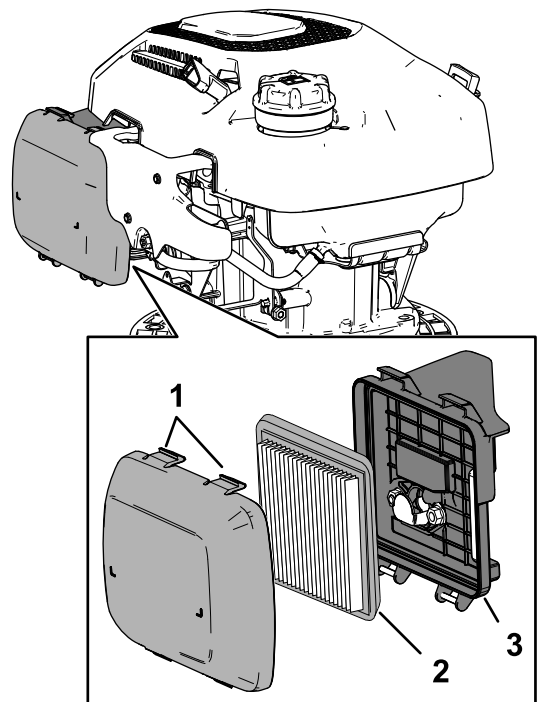

Figura 33
- Apăsai în jos urechile de blocare din partea de sus a capacului filtrului de aer (Figura 33).
- Îndepărtați elementul de filtrare (Figura 33).